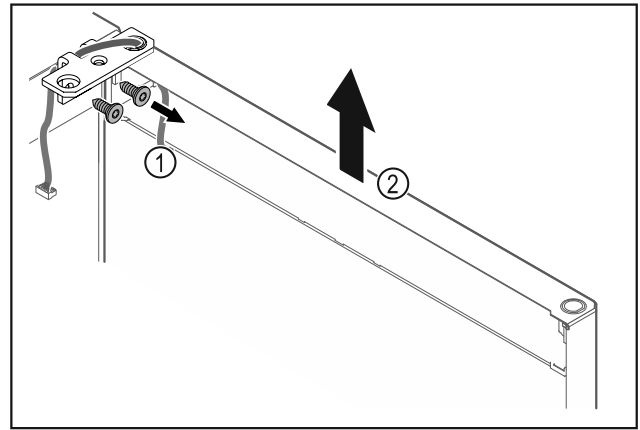

Fig. 21
- Odšroubujte úhelník závěsu Fig. 21 (1).
- Zvedněte dvířka včetně úhelníku závěsu Fig. 21 (2) přibližně 200 mm rovně směrem nahoru a vyjměte je.